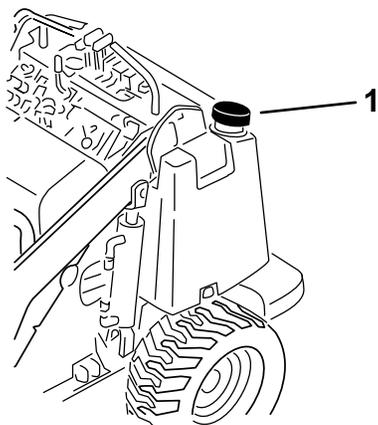

Figure 11
- Nettoyez la surface autour du bouchon du réservoir et enlevez le bouchon (Figure 11).